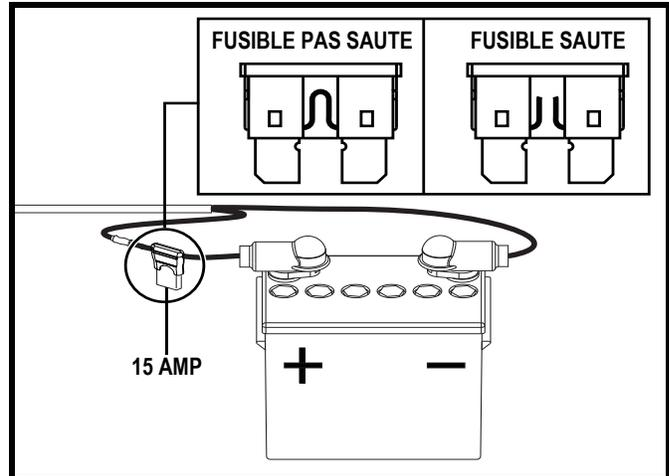

Figure 9. Fusible câblé
- Si le bouton de réinitialisation du disjoncteur n'est pas déclenché, vérifiez le fusible câblé pour voir s'il a sauté. Remplacez-le si nécessaire. **Voir la figure 9.**
- Vérifiez le fusible situé sur le fil d'alimentation rouge près de la batterie. S'il a sauté, le remplacer par un nouveau fusible de 15 ampères. **Voir la figure 9.**